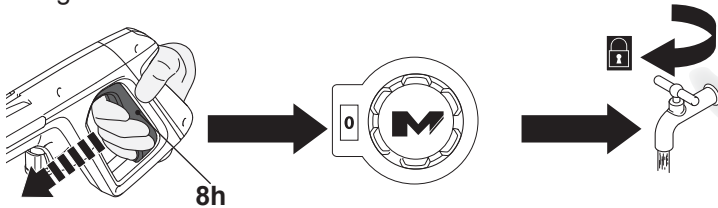

Fig. 17
- > Suelte el gatillo (8h) (Fig. 17).